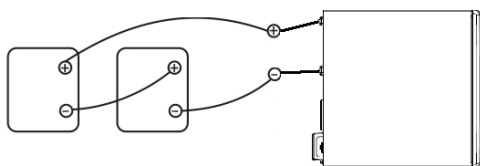

Рис.2
- 2) Последовательное подключение нескольких АКБ (см. рис.2):**